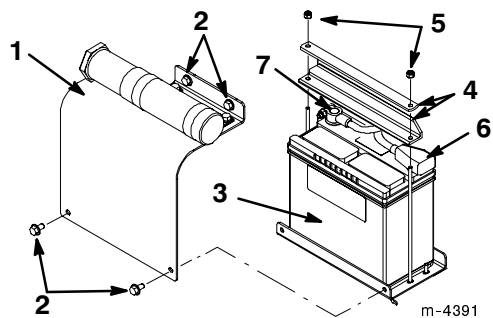

Figure 4
1. Retirer les quatre boulons de fixation du capot de batterie, et déposer le capot (Fig. 4).
2. Retirer les écrous et barres de maintien de la batterie (Fig. 4).
10. Mettre la batterie en place sur sa plate-forme (Fig. 4).
11. Fixer la batterie au châssis à l'aide des barres et écrous déposés précédemment (Fig. 4).
12. Connecter le fil positif (rouge) de batterie à la borne positive (+) de la batterie (Fig. 4), puis glisser le capuchon de caoutchouc sur la borne.
13. Connecter le fil négatif (noir) de batterie à la borne négative (-) de la batterie (Fig. 4).
14. Monter le capot de batterie (Fig. 4).